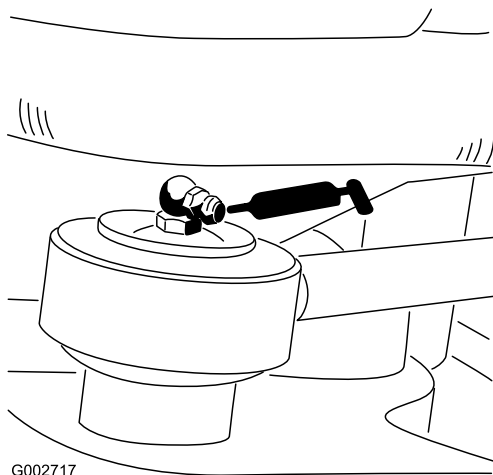

Рисунок 23
- 1 подшипник конца штока гидроцилиндра рулевого управления – только для Модели 08705 (Рисунок 23)